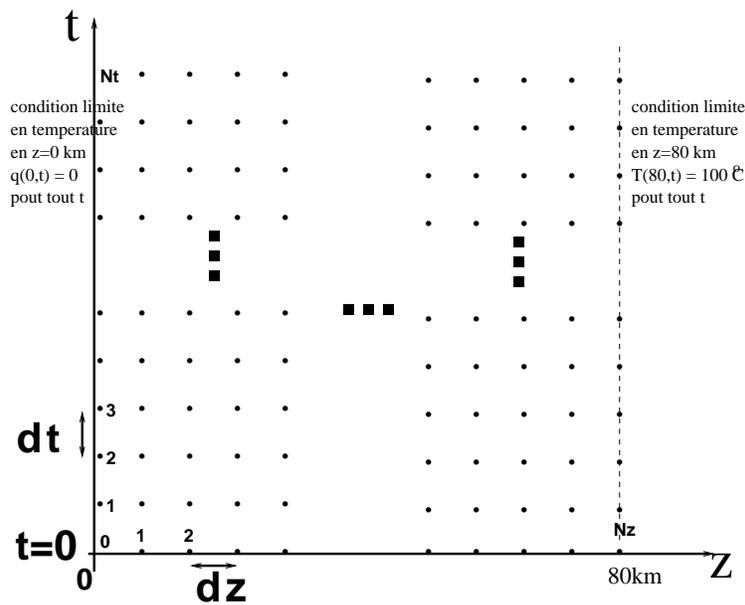

FIG. 4 – Maillage en temps et en espace. Ce maillage comporte $(Nt + 1) * (Nz + 1)$ points ou noeuds.
Le champ de température scalaire que l'on cherche à calculer dépend du temps et de l'espace, soit $T(z, t)$ une fonction de deux variables. Par conséquent, on définit un *maillage* couvrant le domaine en temps et en espace où l'on veut calculer la solution; c'est un domaine où l'on a en abscisse la profondeur z de 0 à 80 km et en ordonnées le temps à partir de $t=0$ jusqu'au dernier temps t choisi pour notre calcul. Ce maillage est schématisé sur la figure 4: en abscisse, on a la profondeur z avec $Nz + 1$ points tel que $Nz * dz$ (dz étant la distance entre deux points du maillage, appelé le **pas d'espace**) = 80 km. Cela fait donc Nz intervalles. En ordonnées, on a le temps t avec $Nt + 1$ points tel que $Nt * dt$ (dt étant l'intervalle de temps entre deux points du maillage, appelé le pas de temps) = Δt secondes, la durée totale de notre calcul.
En chaque point ou *noeud* du maillage, on calcule la température à l'aide du schéma explicite (5). A chaque *itération* en temps dans notre calcul lorsqu'on applique le schéma (5), on progresse d'un point (ou noeud) dans la direction (O_t) sur la figure 4.
Il faut bien comprendre que dans notre calcul on commencera par donner des valeurs du champ T au temps $t=0$ (axe des abscisses sur la figure 4) à chaque profondeur z , puis en appliquant le schéma à chaque pas de temps, on progressera de ligne en ligne dans notre maillage, vers $t > 0$.
La deuxième étape consiste à *initialiser* toutes les variables de notre problème (par initialiser, on entend donner des valeurs aux variables avant de commencer à calculer). On écrit donc le champ de température en tout point de l'espace au temps $t = 0$ s (comme on l'a vu dans l'étape 1) et de plus on spécifie les conditions limites sur les bords de notre maillage, *i.e.* en $z = 0$ et $z = 80$ km. Ces conditions limites sont détaillées sur la figure 4.